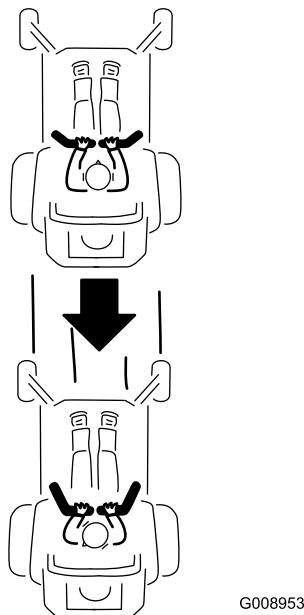

Bild 25
2. Ziehen Sie zum Rückwärtsfahren die Fahrantreibshebel langsam nach hinten (Bild 25).